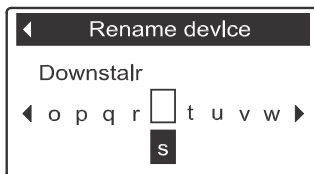

РИС. 122
7. Нажать кнопки ВПРАВО (▶) или ВЛЕВО (◀) для прокручивания списка знаков. Остановиться, когда подсвечен знак, который вы хотите выбрать (См. Рисунок 122).